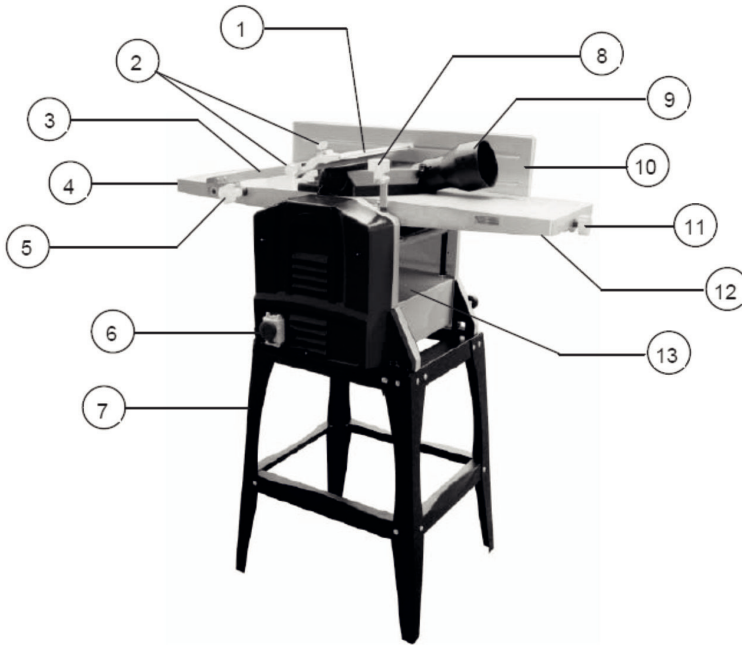

Рис. 1
5. Ослабьте фиксатор «b» и по шкале отрегулируйте угол направляющей планки «a». Ручкой 11 (рис. 1) отрегулируйте глубину среза. Максимальная глубина среза для фуганка 3мм.
1. Поворотом регулятора высоты стола подачи (11) установите высоту стола подачи (12), выбрав соответствующую глубину строгания по шкале (рис.1).
2. Установите защитную планку (1), как указано в пункте 6.
3. При строгании плоскости заготовок или кромки (боковой плоскости) установите угол наклона направляющей планки (10) относительно стола подачи (12) 90° .
4. При строгании фаски установите требуемый угол наклона направляющей планки (10) относительно стола подачи (12).
6. Регулятором высоты стола для рейсмуса (8), Рис.1, по шкале установите рабочий стол (13) в положение, соответствующее максимально толстому участку заготовки, после чего установите глубину строгания.
7. Подавайте заготовку обработанной стороной вниз по поверхности рабочего стола (13) со стороны выходного стола (4) до момента захвата заготовки протяжными роликами (автоматическая подача). По необходимости поддерживайте заготовку, не форсируя и не замедляя скорость прохождения заготовки.
Станок оборудован патрубком пылесборника (9), Рис.1, для удаления стружки и древесной пыли, к которому необходимо подсоединить и закрепить шланг пылесоса для сбора стружки и древесной пыли.